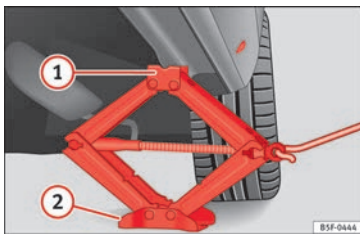

Fig. 187 Longarina: colocação do macaco do veículo.
- Rode o macaco*, colocado por baixo do ponto de apoio da longarina, para levantá-lo até que o ressalto (1) » Fig. 187 se encontre por baixo da zona que lhe corresponde.
- Alinhe o macaco* de forma que o ressalto (1) «fique encaixado» na zona da longarina que lhe corresponde e que a placa base (2) fique apoiada no chão. A placa base (2) deve ficar colocada na vertical, relativamente ao ponto de apoio (1).